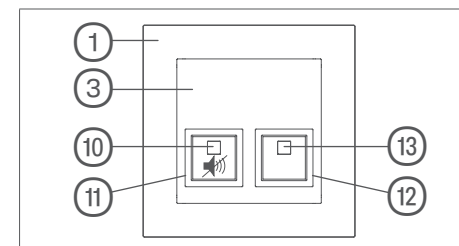

Bild 13: Dienstzimmereinheit Abdeckung mit Rahmen
- Die gelbe Stummtaste im Dienstzimmer betätigen (Bild 13, 11). Der Summtone der Dienstzimmereinheit wird für ca. 20 Sekunden unterdrückt.